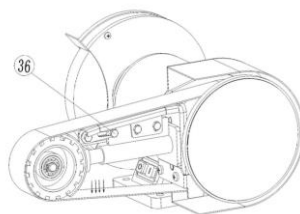

Fig. 14
1. Loosen the bolt (#36) (Fig. 14).